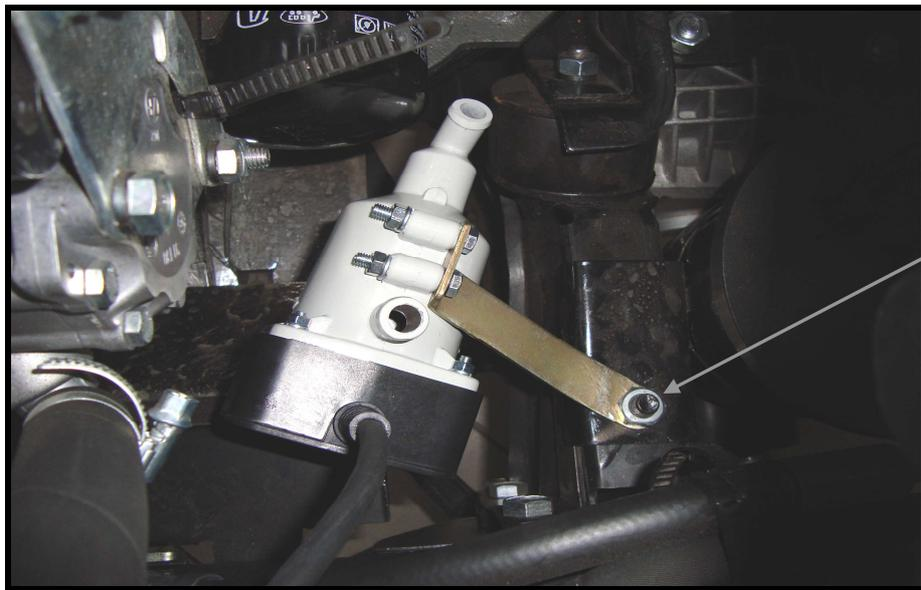

Рис. 1. Монтаж кронштейна с подогревателем и гайкой М10.
Электроподогреватель должен быть установлен в горизонтальное положение выходным патрубком вверх (см. Рис. 1), при этом допускается незначительный (не >15 градусов) наклон.
3.3. Привернуть кронштейн к подогревателю с помощью болтов М6, гаек и шайб. (Рис. 1).
3.6. Отвернуть гайку М10 (Рис.1), надеть на шпильку кронштейн с подогревателем и рукавами и затянуть этой гайкой. Взявшись за подогреватель, аккуратно немного отогнуть кронштейн вверх так, чтобы появился зазор ≈10 мм между подогревателем и брызговиком снизу.